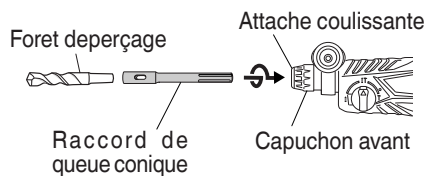

Fig. 16
- (1) Monter le raccord de queue conique sur le marteau rotatif à percussion. (Fig. 16)
- (2) Fixer la mèche (queue conique) sur le raccord de queue conique. (Fig. 16)
- (3) Mettre l'interrupteur sur la position de marche (ON) et percer un trou de la profondeur voulue.